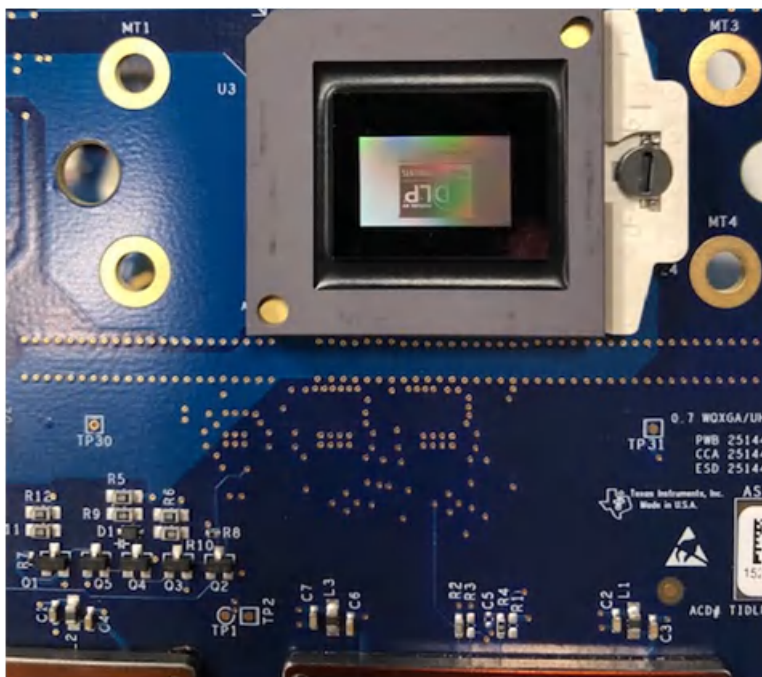

図 2-13. DMD に表示されるスプラッシュ画像
- f. ジャンパを取り外した後、DLPC4430EVM への電源を再度イネーブルにします。SW1 を「オン」の位置に切り替えます。数秒後に赤色の LED が表示されます。赤色の LED が消灯し、緑色の LED が点滅し始めます。LED が点滅し始めた後、数秒間 DMD 上に DLP Texas Instruments のロゴが表示されます。図 2-13 に示すように DMD が表示されます: